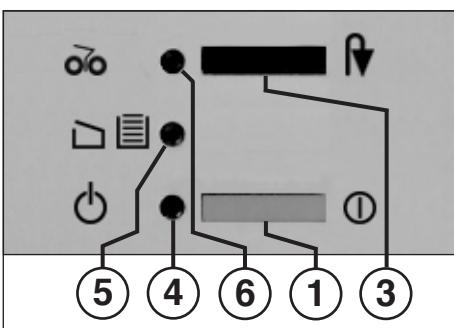

Fig. 1
**3 = Drukschakelaar „Achteruit“ (Fig. 1)**
**4 = Controlelampje „Gereed“ (Fig. 1)**
„Opvangzak vol“ / „Deur open“ (Fig. 1)
„Papierdoorvoerstoring“ (Fig. 1)
- Machine met de drukschakelaar (1) (Fig. 1) inschakelen. Controlelampje (4) (Fig. 1) gaat branden.
Als de opvangzak helemaal vol is, schakelt de machine zichzelf uit. Het controlelampje „opvangzak vol“ (5) (Fig. 1) gaat aan. Het legen van de opvangzak gebeurt als volgt:
- Verschuifbaar frame met opvangzak naar binnen duwen en de deur sluiten. Het controlelampje (5) (fig. 1) gaat uit.
U gelieve erop te letten dat het apparaat,s nachts uitgeschakeld is (drukschakelaar (1) (Fig. 1) bedienen).
- Het controlelampje (6) (fig. 1) gaat aan.
- De drukschakelaar voor terugdraaien (3) (fig. 1) even indrukken.
- Het controlelampje (6) (fig. 1) gaat uit.